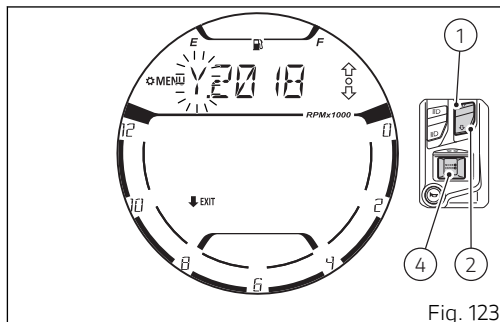

Fig. 123
Presionando el pulsador (1) o el pulsador (2) la letra "Y." comienza a parpadear (Fig. 123). A este punto mediante el pulsador (1) o el pulsador (2) es posible desplazarse entre los valores de año "Y.", mes "M." y día "D." visualizados de manera parpadeante y con los valores configurados en ese momento.